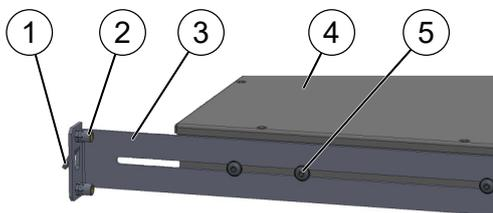

Abb. 19: Schienen montieren
10. ▶ Rechte und linke Schiene (Abb. 19/3) mithilfe der beiliegenden Schrauben (M4, Abb. 19/5) seitlich am System (Abb. 19/4) befestigen.
11. ▶ System an den Haken (Abb. 19/1) der Schienen im hinteren Bereich des Schrankes einhängen.
15. ▶ Schrauben (Abb. 19/5) für die Befestigung der Schienen fest anziehen.
16. ▶ Schienen hinten mit den beiliegenden Schrauben (M5) am Schrank befestigen. Dazu sind in den Schienen Muttern (Abb. 19/2) vorhanden.